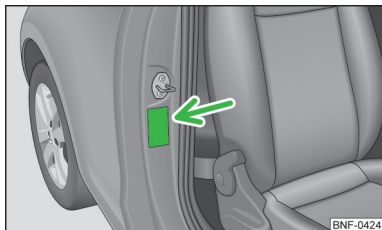

Fig. 95
- Det gør mærkaten på B-stolpen i passagersiden også opmærksom på » Fig. 95. Mærkaten kan ses, når passagerdøren er åben. I visse lande er mærkaten placeret på forsædepassagerens solskærm.